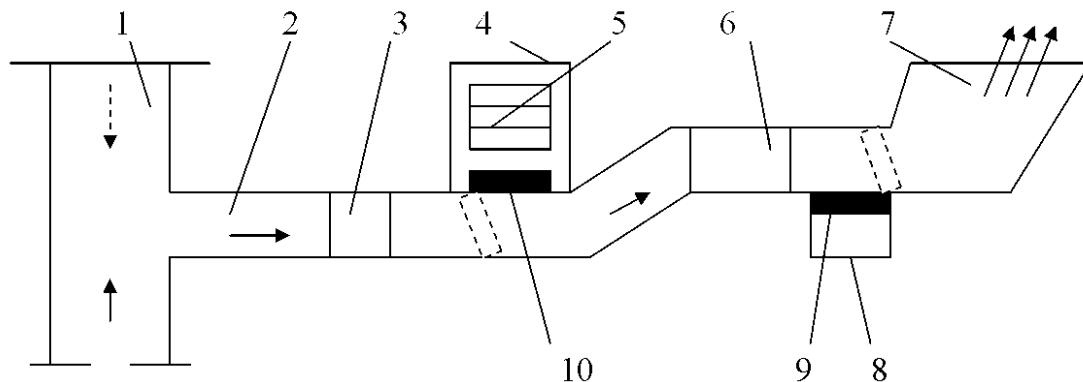

Рис. 2 – Спрощена схема вентиляторної установки з осьовими вентиляторами:
У нормальному режимі повітря зі ствола надходить до вентилятора по маршруту 2-3-4-5-7 і далі через дифузор на поверхню землі (8-9). Для переведу шахти в режим нагнітання повітря (реверсування) закривають ляду (або опускають шибер) на ділянці 3-4, одночасно підіймають атмосферну ляду в повітрязабираючій будці (рис. 2, ляда 10) і ляду обвідного каналу (рис. 2, ляда 9), яка перекриває дифузор (7).